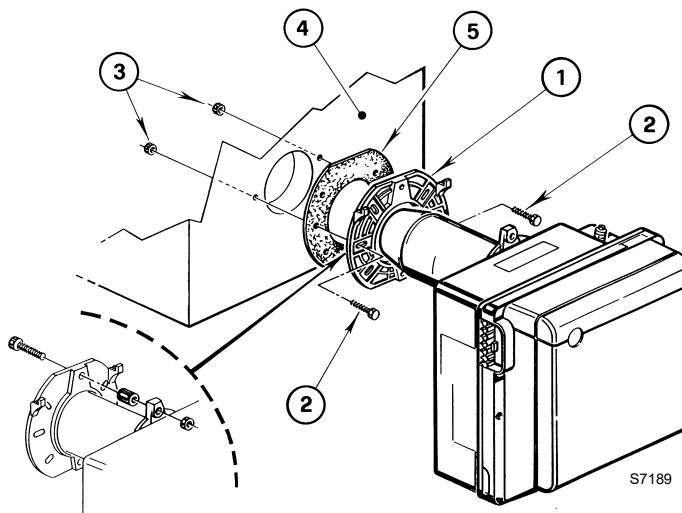

Abb. 4
- Die Schraube und die beiden Muttern am Flansch (1) montieren (siehe Abb. 4).
- Falls erforderlich, die Bohrungen der Isolierdichtung (5) erweitern.
- Mit den Schrauben (2) und (falls erforderlich) den Muttern (3) den Flansch (1) an der Heizkesseltür (4) **mit Isolierdichtung (5) montieren** (siehe Abb. 2) (siehe Abb. 4).